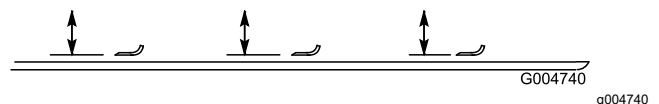

Bild 97
2. Drehen Sie die Messer, bis die Enden nach vorne und hinten zeigen und messen Sie von der Innenseite des Mähwerks bis zur Schnittkante an der Vorderseite des Messers (**Bild 97**).